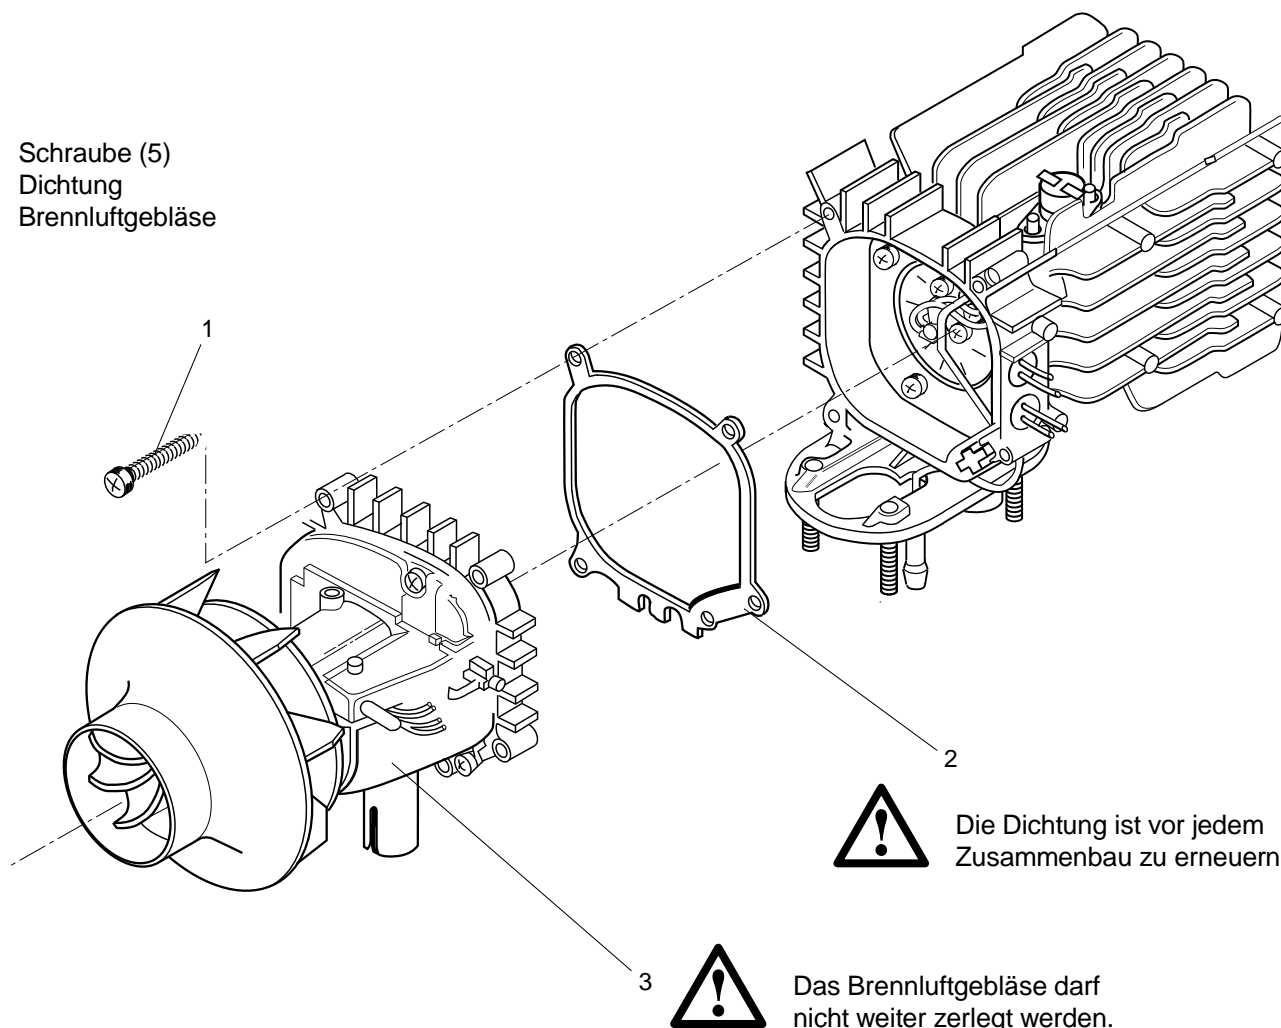

Abb. 903 Wechsel des Brennluftgebläses (Zerlegung)
6. Schrauben (1, Abb. 903) entfernen.
7. Brennluftgebläse (3) abziehen und Dichtung (2) entfernen.
2. Neue Dichtung (2, Abb. 903) am Flansch des Brennluftgebläses (3) aufsetzen.